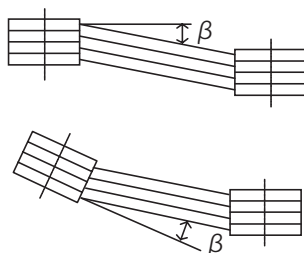

図 5-3
- ・両プーリ間の平行度、偏心度 $\beta$ は $20'$ （20分）以内としてください。（図 5-3 参照）